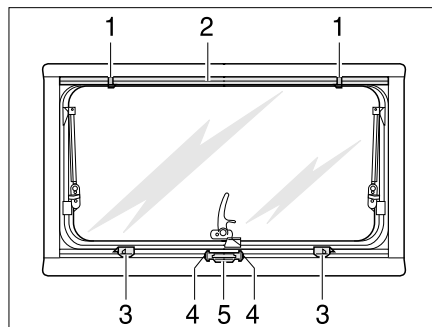

Bild 55 Ausstellfenster
- Griff (Bild 55,4) zusammendrücken und Verdunklungsrollo (Bild 55,5) von unten nach oben bis zur gewünschten Höhe ziehen.
- Griff (Bild 55,4) zusammendrücken. Arretierung wird gelöst.
- Verdunklungsrollo (Bild 55,5) langsam in Ausgangsstellung zurückführen.
- Insektenschutzrollo (Bild 55,2) nach unten ziehen, bis es am Verdunklungsrollo (Bild 55,5) anstößt.
- Je nach Modell die Verschlussriegel (Bild 55,1) oder den Verschlussriegel in die Verriegelungen (Bild 55,3) oder die Verriegelung einrasten lassen.
- Je nach Modell beide Verriegelungen (Bild 55,3) oder die Verriegelung lösen.